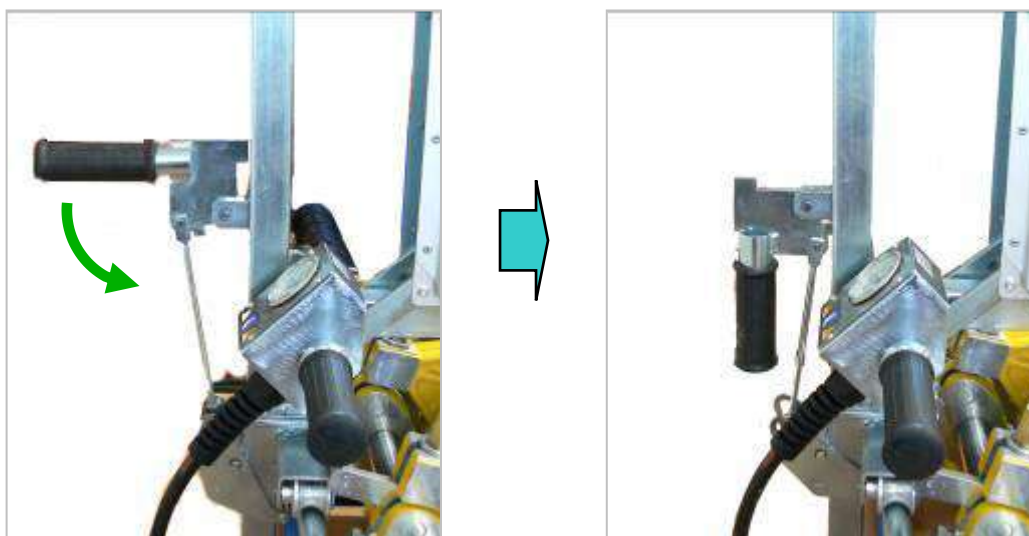

Рис. 9.18
- зафиксировать нагревательный элемент на направляющей, опустив ручку фиксации вниз (см. рис. 9.18);